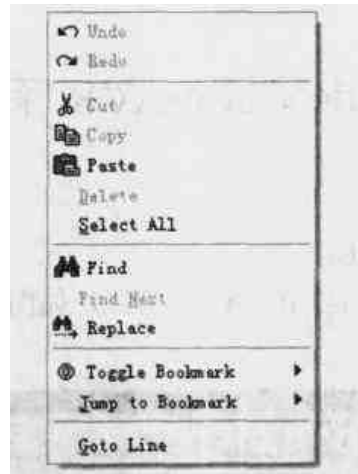

图 7.4 编辑区右键菜单
在编辑区②单击鼠标右键弹出的菜单，如图 7.4 所示，其中，